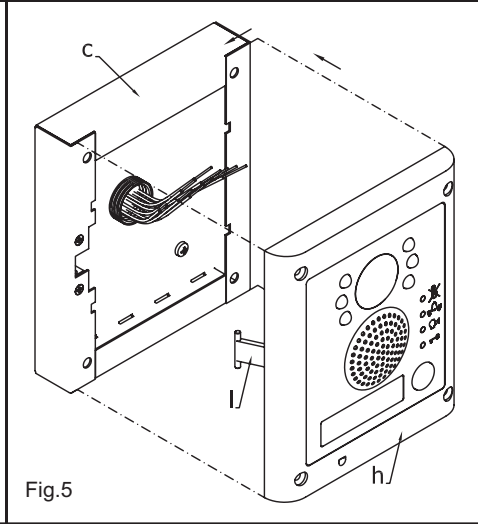
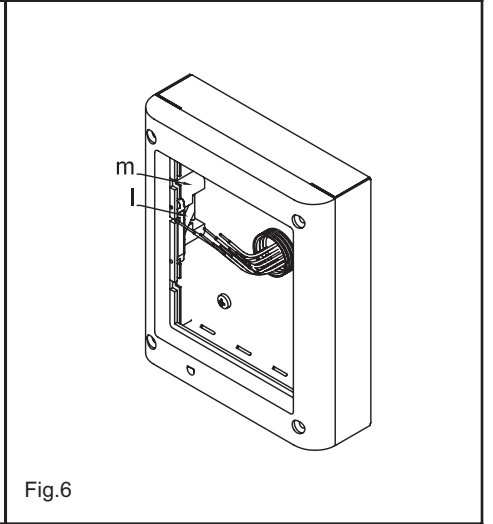

Fig.5
Fig.6
5. Accrochez le module + support tel qu'indiqué sur la fig. 5. Le pivot l doit glisser dans le logement m spécialement prévu à cet effet (fig. 6).